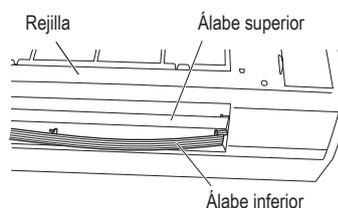

Fig. 5-14
- (5) Desmontar el álabe inferior liberando 4 espigas del álabe inferior por el orden mostrado. (Figs. 5-14 y 5-15)